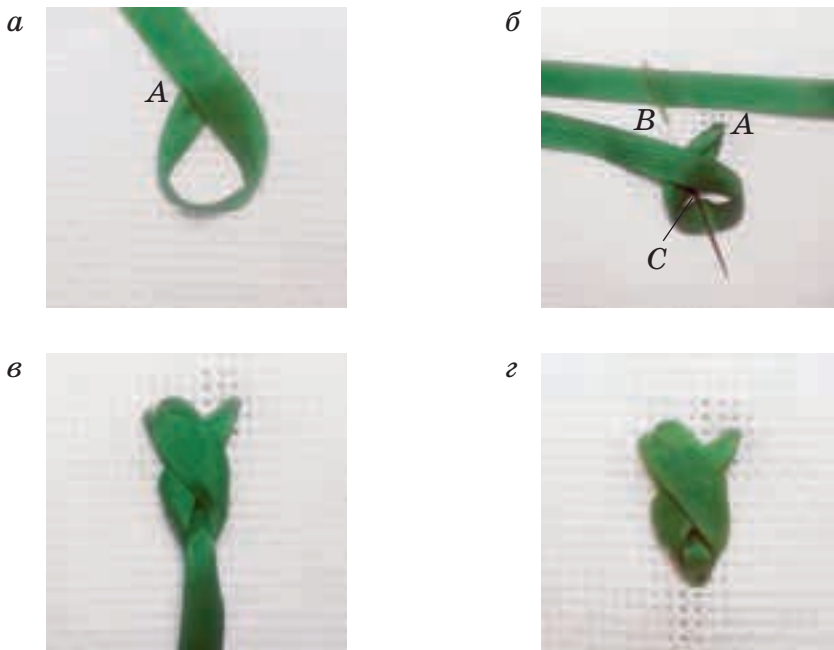

Рис. 37. Шов «петля перекрученная»
Выполнение шва «петля перекрученная» (рис. 37).
1. Протяни иглку с лентой на лицевую сторону канвы в точке *A*. Сформируй петлю (рис. 37, *a*).
2. Вколи иглку в канву левее точки *A*. Точка *B* должна находиться с точкой *A* на одном уровне. Выведи иглку на лицевую сторону в точке *C*, пропустив её через петлю (рис. 37, *б*).
3. Протяни ленту и подтягивай её, пока не образуется воздушная петля (рис. 37, *в*).
4. Протяни свободный конец ленты на изнаночную сторону (рис. 37, *г*).